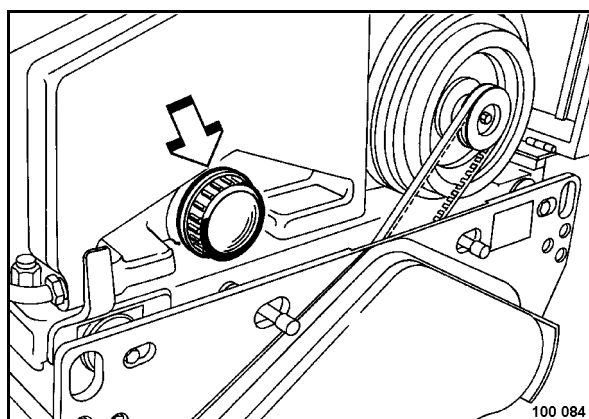

Fig. 75
- Desenroscar la tapa de descarga (Fig. 75).